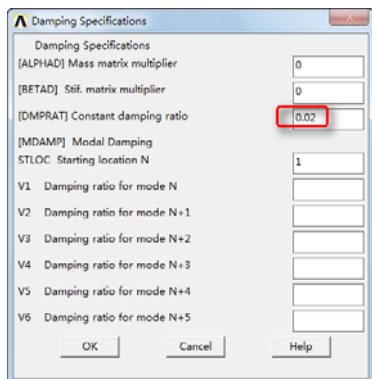

图 13-71 “Damping Specifications”对话框
⑤设置阻尼：Main Menu > Solution > Load Step Opts > Time/Frequenc > Damping, 弹出“Damping Specifications”对话框, 在“[DMPRAT] Constant damping ratio”后面输入 0.02, 如图 13-71 所示, 单击“OK”按钮。